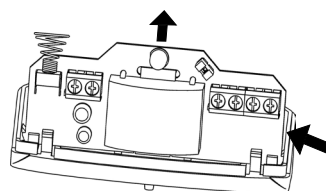

Рисунок 5
- Вставьте отвертку (с плоским шлицем) между платой и боковой стенкой основания, отожмите стенку основания и извлеките плату (рисунок 5).